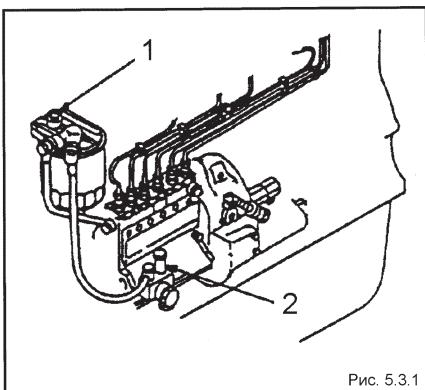

Рис. 5.3.1
- Отверните воздушный винт (1) примерно на 1.5 оборота.
- Разблокируйте топливоподкачивающий насос поворотом плунжера против часовой стрелки (см. рис. 5.3.1 и 5.3.2).